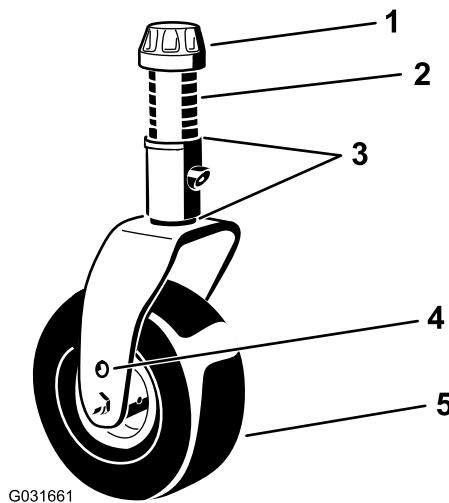
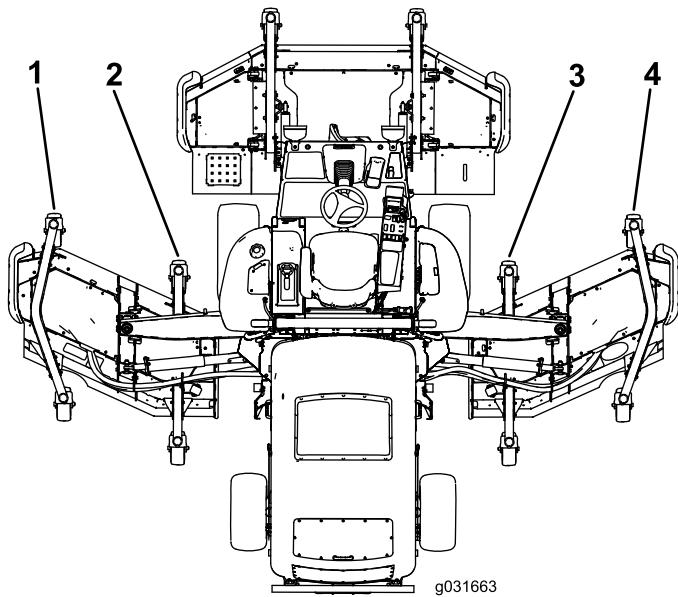

Figure 31
Figure 32
5. Si le bord intérieur du plateau de coupe latéral est trop élevé par rapport au bord extérieur du plateau de coupe avant, retirez une cale au bas du bras pivotant intérieur avant du plateau latéral (Figure 31 et Figure 32).
6. Si le bord intérieur est encore trop élevé, retirez une cale supplémentaire au bas du bras pivotant intérieur avant et une cale du bras pivotant extérieur avant du plateau de coupe latéral (Figure 31 et Figure 32).
7. Si le bord intérieur du plateau de coupe latéral est trop bas par rapport au bord extérieur du plateau de coupe avant, ajoutez 1 cale au bas du bras pivotant intérieur avant du plateau latéral (Figure 31 et Figure 32).